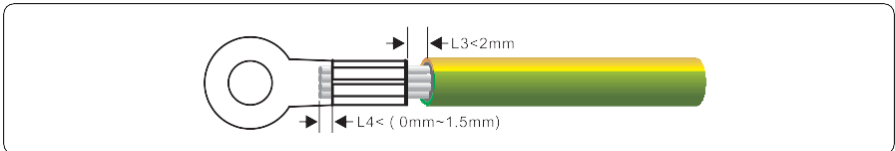

Figura 5.2 Crimpado de un cable (unidad: mm)
**Paso 2** Inserte los cables con el núcleo visto en las zonas de prensado del terminal OT y prénselos con unos alicates hidráulicos, tal como se muestra en la figura 5.2.